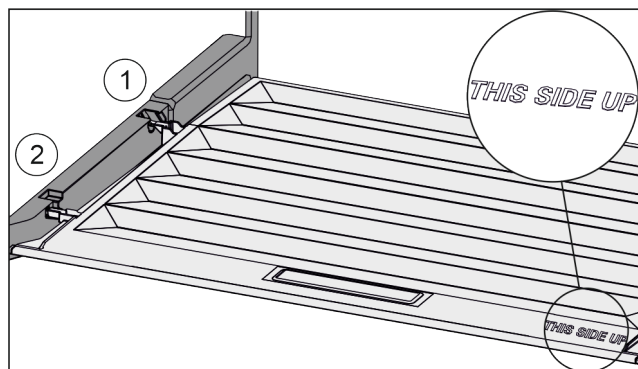

Fig. 135
- ▶ Ramiona pokrywy wprowadzić ponad otworem tylnego uchwyty Fig. 135 (1) i zazębić z przodu w uchwycie Fig. 135 (2).